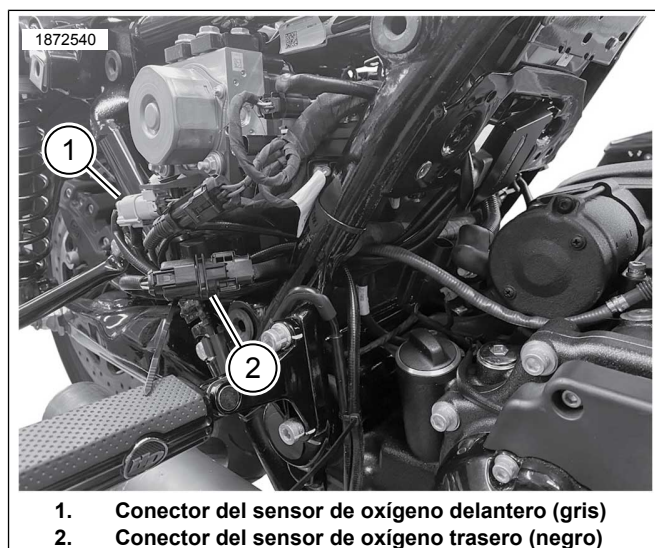
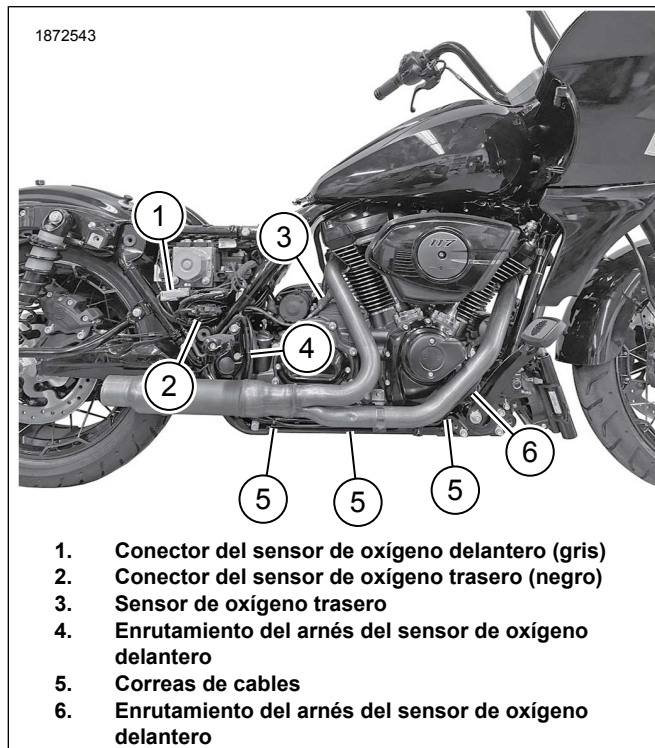
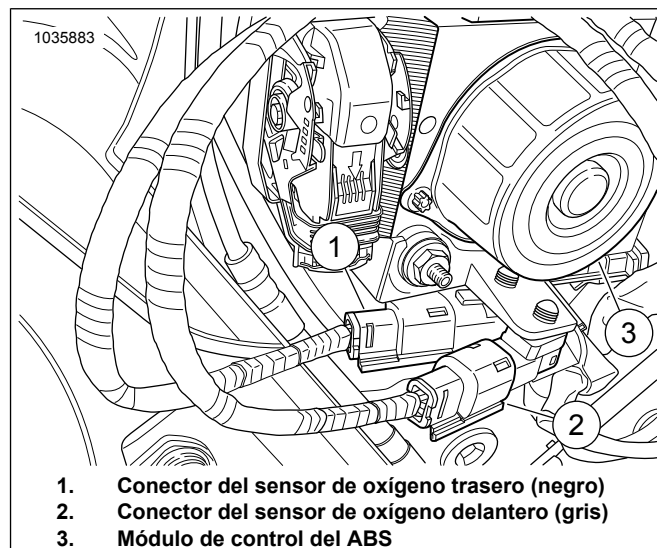

Figura 4. Conexiones del arnés principal del ATM
Figura 8. Ubicación del arnés del sensor del ATM
Figura 13. Conexiones del arnés principal del ATM
12. Consulte Figura 4 y Figura 8. Enrute hacia arriba los cables del arnés del conector del sensor de oxígeno delantero y trasero (1, 2) hacia los conectores correspondientes. Conectores del arnés de colores a juego: Negro con negro, gris con gris.
16. Vea Figura 8. **Sensor de oxígeno delantero (5, cable del arnés largo):**
- a. Ver Figura 4 y Figura 5. Para eliminar la holgura excedente del arnés, coloque el arnés del sensor de oxígeno trasero en el área de la cubierta lateral a lo largo del mismo enrutamiento que otros conectores.
12. Ver Figura 13 y Figura 8. Coloque los cables conductores del arnés gris (3) y negro (1) afuera detrás del módulo de control ABS (2) y conecte el arnés principal. Haga coincidir los colores de los conectores: negro con negro y gris con gris.